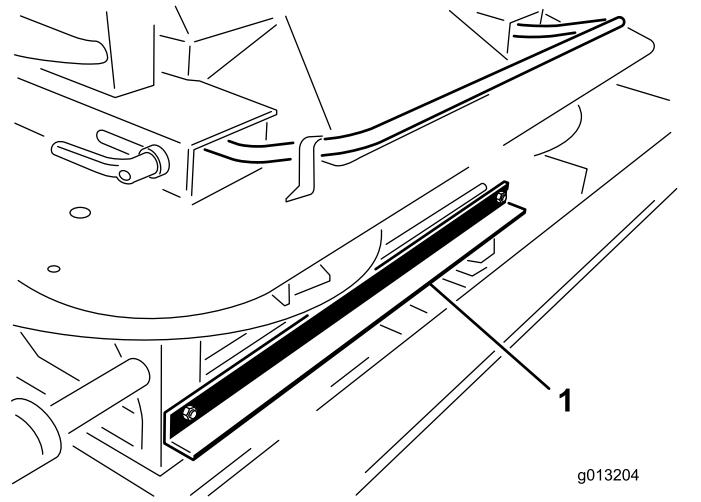

Bild 4
3. Entfernen Sie vorne am Doppel-Tellerstreuer die zwei Schrauben und Muttern, mit denen die Versandhalterung der Maschinenhebevorrichtung am Doppel-Tellerstreuer befestigt ist (Bild 4).